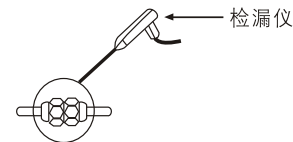

图35
- 3 用⑬塑料绝缘带把铜管和连接电缆包起来。
- 4 在接口处用检漏仪或者肥皂水来检查是否有泄漏。(如图35)